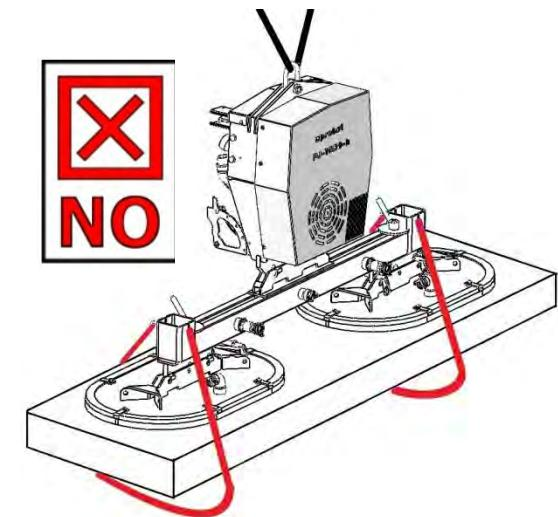

Abb. 2
- Ein ungleiches Positionieren der Saugplatten ist nicht erlaubt (siehe Abbildung 2 bzw. Abb. 2B)!
- Sicherheitskette darf NIEMALS locker unter der Last hängen, da sonst Last bei Vakuumausfall/Verlust (z.B. bedingt durch Energieausfall) herunterfallen kann (Abb. 2). Lebensgefahr!!**